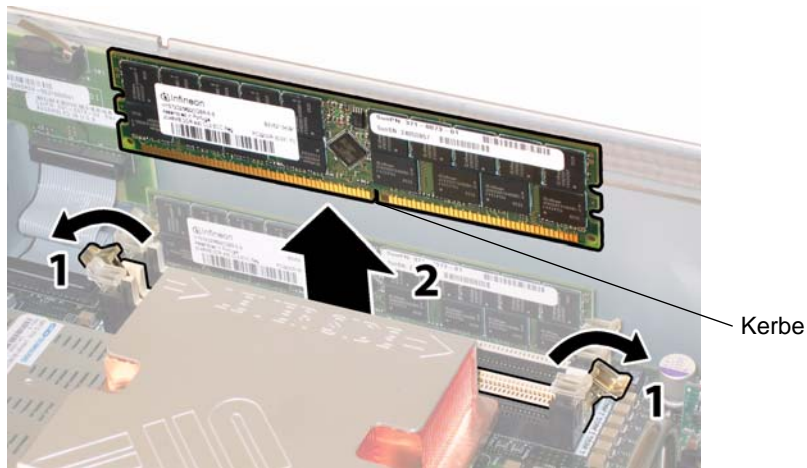

ABBILDUNG 4-40 Ausbauen eines DIMM-Moduls
- a. Drehen Sie beide DIMM-Auswurfhebel so weit wie möglich nach außen. Das DIMM-Modul wird teilweise aus dem Steckplatz ausgeworfen. Siehe **ABBILDUNG 4-40**.
- b. Richten Sie die Kerbe an der unteren Kante des DIMMs auf die Entsprechung im DIMM-Steckplatz aus. Siehe ABBILDUNG 4-40.